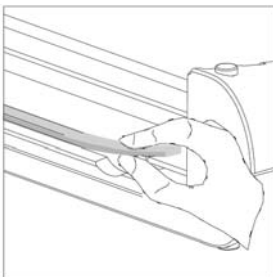

Bild 6
- 2 Entnehmen Sie die Schneideleiste an der anderen Seite aus der Nut (Bild 6).